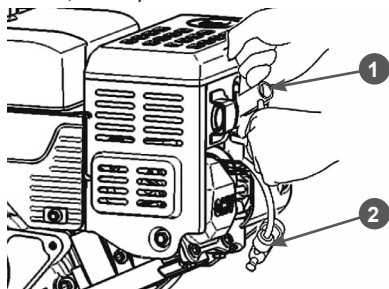

Рис. 40 Обслуживание свечи зажигания
1. Снимите со свечи зажигания колпачок 1 высоковольтного провода и удалите грязь вокруг свечи зажигания (Рис. 40).
2. Открутите свечу зажигания свечным ключом 2 (Рис. 40).